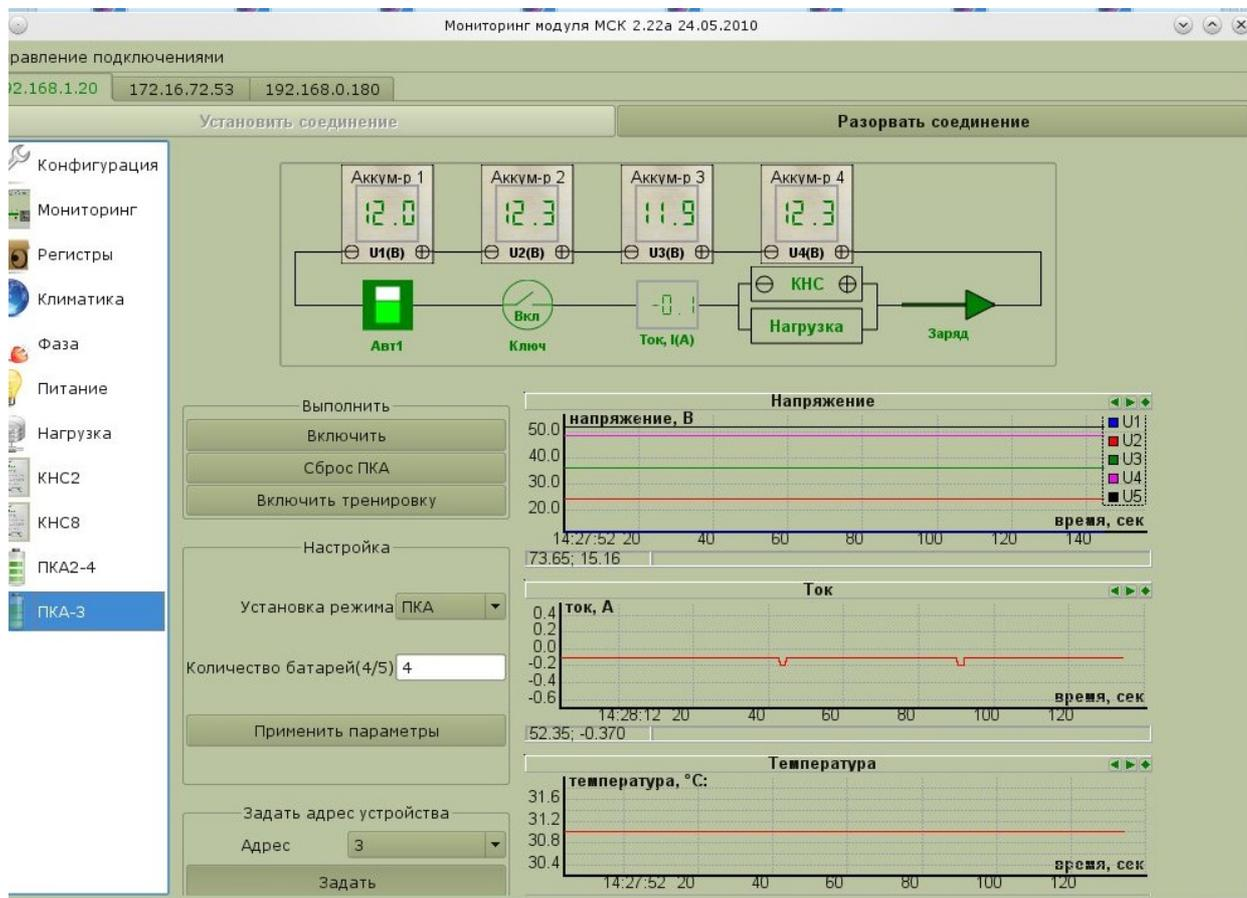
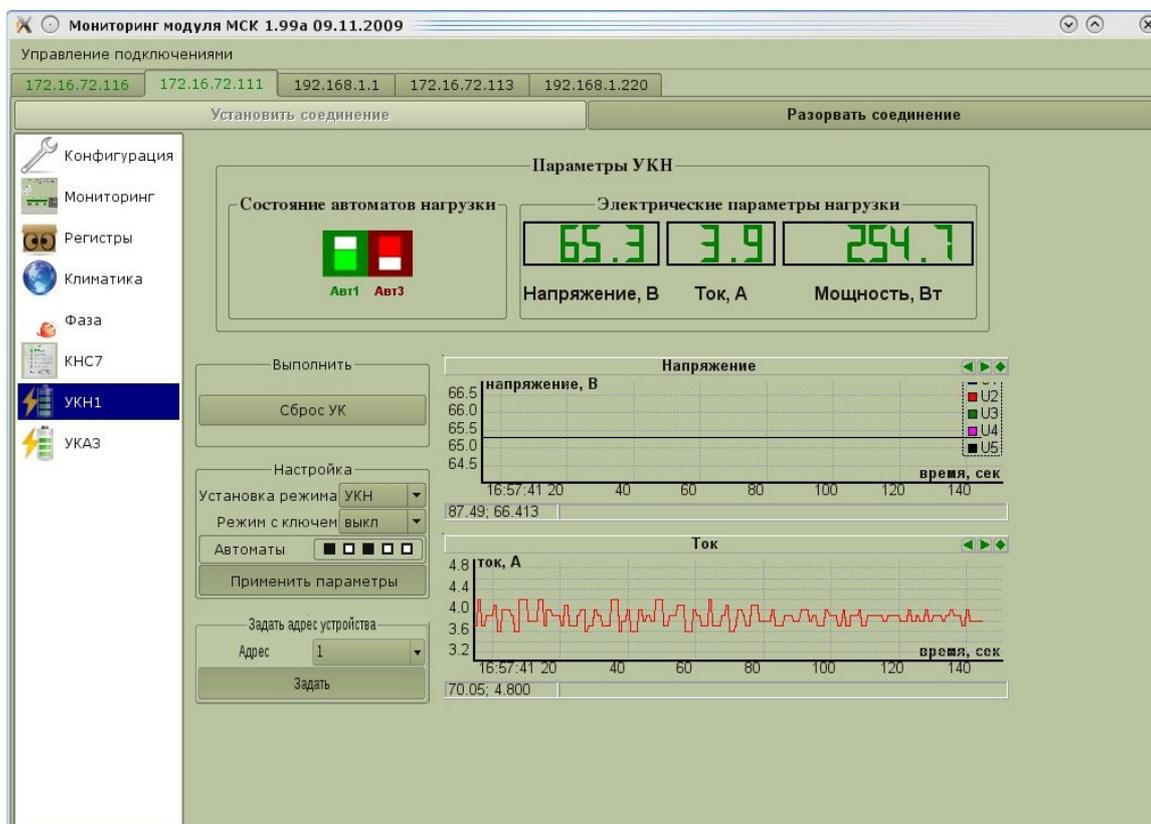
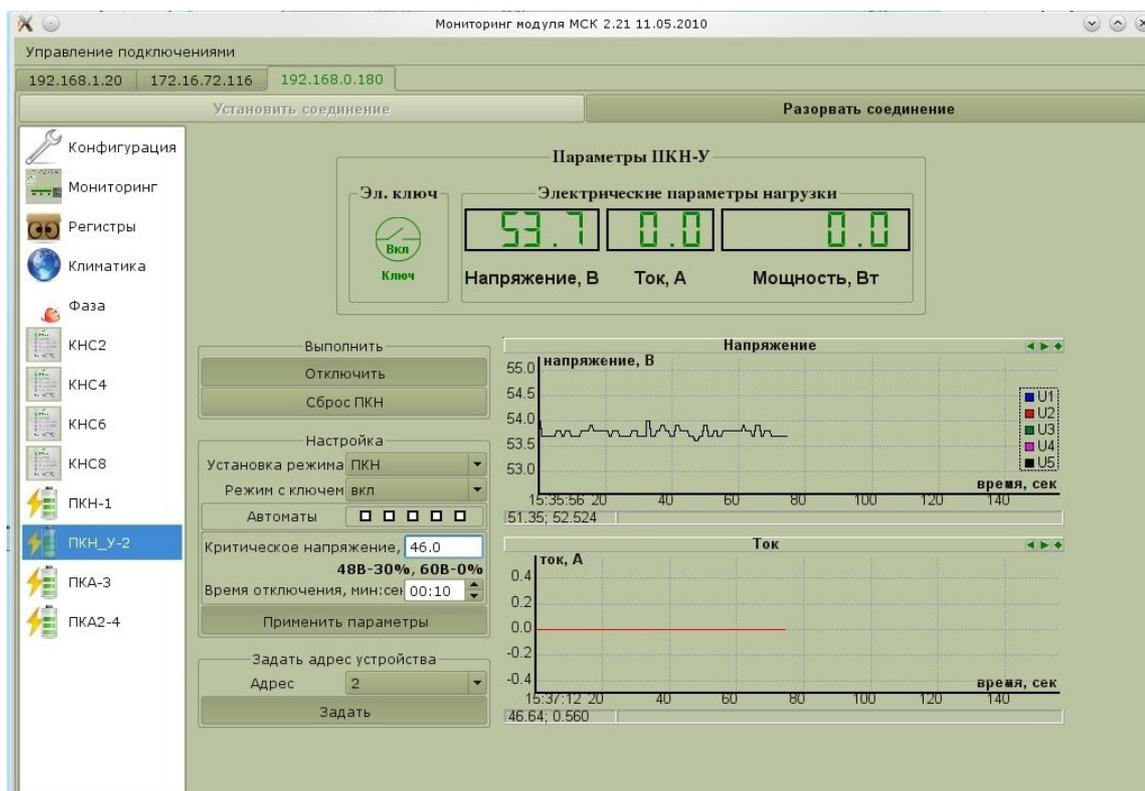

Рисунок 32: Устройство Контроля Аккумуляторных батарей
Рисунок 33: УКН без ключа
Рисунок 34: ПКН с ключом
разделе «ИДП350-3» (Рис.32) число «3» в названии означает номер занятого разъема модулем ИДП350.
В разделе «УКА» (Рис.32) располагаются графики изменения во времени напряжения(здесь значения напряжения на банках суммируются) и тока. Слева от графиков расположены:
- таблица «Настройка», позволяющая задать пусконаладчикам режим УКА (Рис.32 или УКН Рис.33) (смена режима поддерживается не всеми платами) и задать количество батарей; для окончательного сохранения параметров в системе следует нажать кнопку **«Сохранить настройки всех устройств»** во вкладке **«Конфигурация»**
В случае выбранного режима УКА (режим контроля за АКБ) (Рис.32) в самом верху окна мы также можем видеть схему, изображающую аккумуляторные батареи, количество которых задано в таблице «Настройка», и связанные с ними внешний «автомат-тумблер» (Вкл/Выкл), «полевой» ключ (Вкл/Выкл), значение и направление тока. Когда «автомат» выключен (на схеме он будет отмечен красным цветом), аккумуляторные батареи закрашены серым цветом, а значения напряжений на них в этом случае могут быть не верны.
На вкладке «УКН» (Рис.33 и Рис.34) располагаются графики изменения во времени напряжения и тока. Слева от графиков расположены:
- таблица «Настройка». Здесь можно задать режим УКА (Рис.32) или УКН (Рис.33 и Рис.34) (смена режима поддерживается не всеми платами). Если в вашем устройстве имеется полевой ключ, то можно выставить режим работы с ключом (Рис.34) (Когда он выставлен, то программа на плате МСК отключает данным ключом нагрузку при пропадании фазы или ДП по прошествии заданного количества времени в поле «Время отключения» и при условии, что напряжение, измеряемое устройством, меньше задаваемого здесь «Критического напряжения»(в поле ниже отображается это напряжение в процентном отношении от заряда аккумуляторных батарей для 48 вольтовой системы и 60 вольтовой). При появлении сети нагрузка включается автоматически). Так же УКН может мониторить до 5 автоматов подключенных к нему — выберите здесь номера автоматов подключенных к устройству. Для применения настройки нажмите кнопку «Применить параметры». Для окончательного сохранения параметров в системе следуют нажать кнопку **«Сохранить настройки всех устройств» во вкладке «Конфигурация»**
Вверху окна (Рис.33 и Рис.34) также присутствует информация о мониторируемых автоматах(красный — выкл., зеленый — вкл.), ключе(в режиме работы с ключом), величине тока, напряжения и мощности.